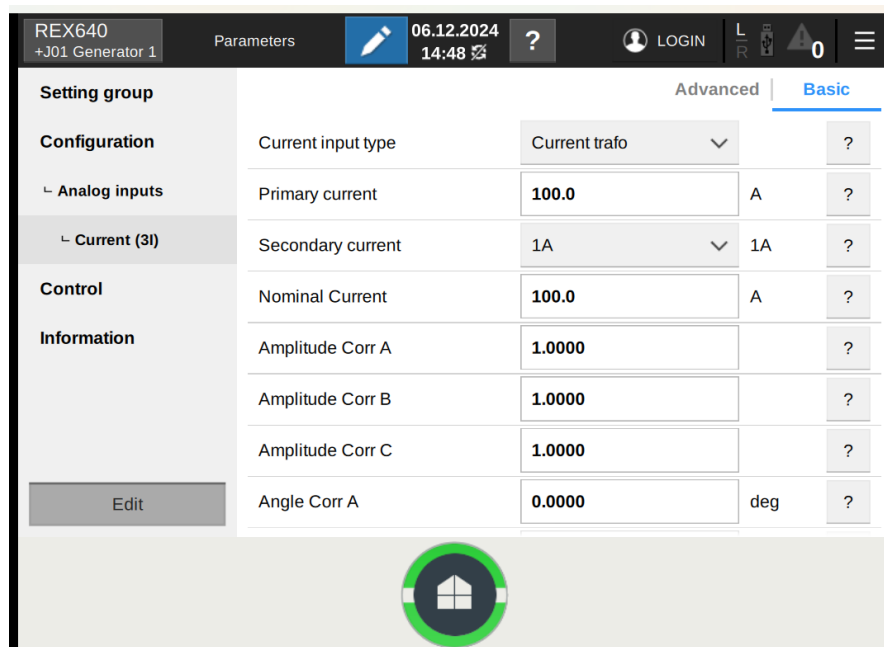

Imagen 186_Visualización del display en parámetros de corriente del REX640.
3.46 Si nos vamos a la opción de visión en general del display del relevador, aquí seleccionamos la opción de “Parameters-Configuration-Analog Inputs-Current (31)” teniendo así la ventana que observamos en la **Imagen 186**.